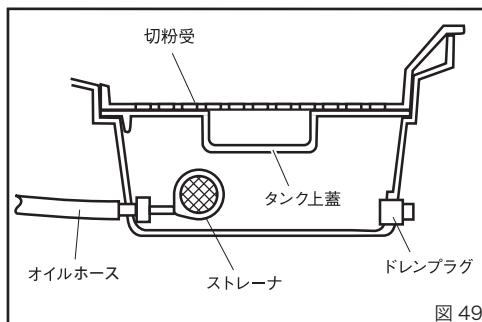

図 49
3. オイルタンクの清掃 (図 49)
細かい切粉がタンク内にたまりますので、月に1回程度タンク内をきれいに掃除してください。(図 49)